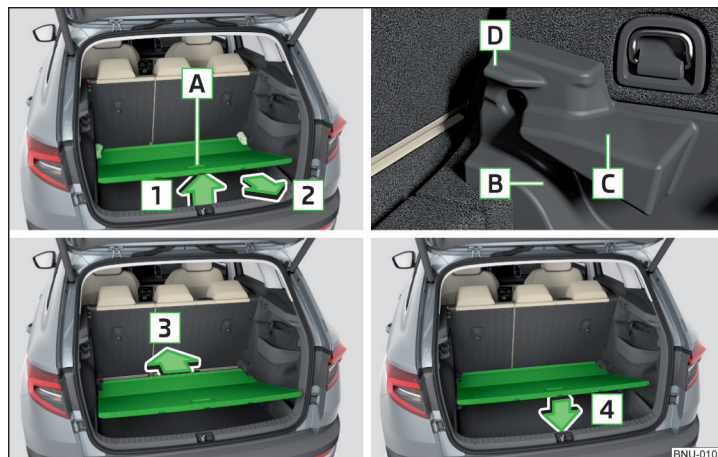

Abb. 154 Variablen Ladeboden einstellen
- › Den variablen Ladeboden am Griff **A** in Pfeilrichtung **1** anheben und teilweise in Pfeilrichtung **2** verschieben » Abb. 154.